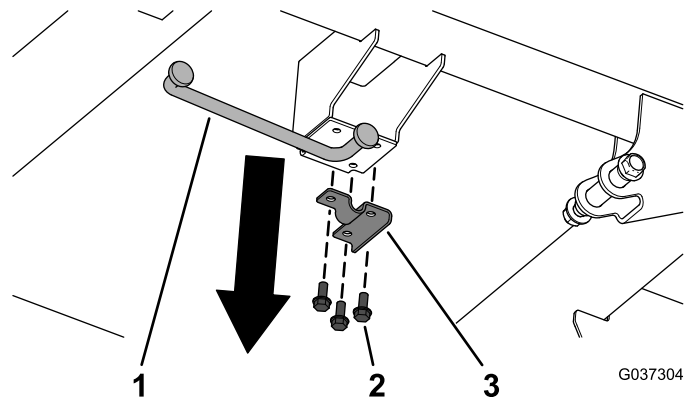

Figura 5
1. Rimuovete le 3 viti a testa flangiata (5/16" x 3/4"), la staffa a U dell'asta di supporto e l'asta di supporto dalla parte inferiore del pianale di carico in acciaio (Figura 5).